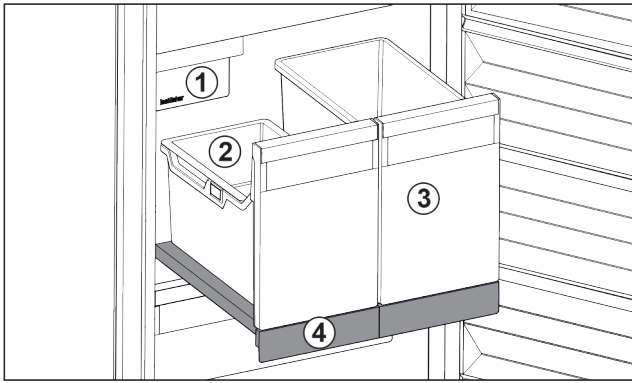

Fig. 99 Изтегляща се дъска с IceTower
- (1) IceMaker
- (2) Окачваща се поставка за ледени кубчета
- (3) Съд за напр. пица, алкохолни напитки
- (4) Изтегляща се дъска
Върху изтеглящата се дъска има два високи съда (IceTower). В съда Fig. 99 (2) се събират и съхраняват ледени кубчета от IceMaker. Съдът Fig. 99 (3) е подходящ за съхранение на високи хранителни продукти като пици или алкохолни напитки.